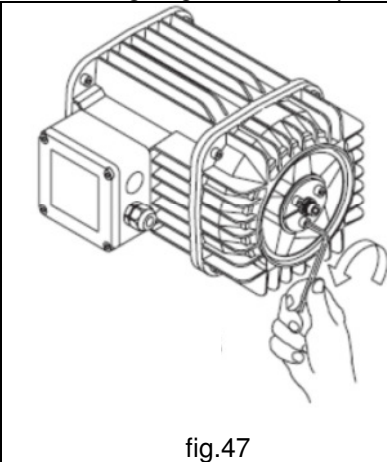

fig.47
4. Dévisser complètement les trois vis de la bague de blocage du sabot frein (fig. 47);